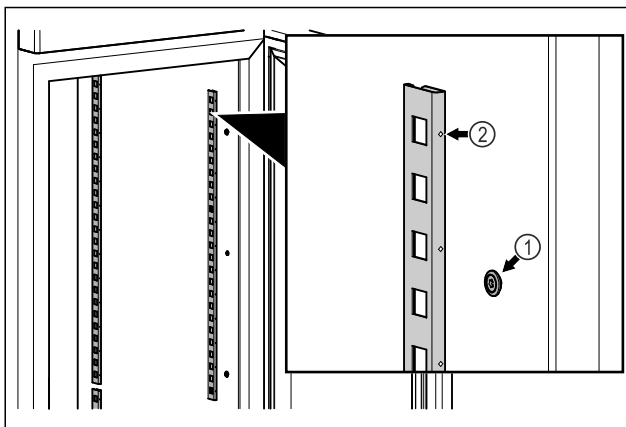

Fig. 79 Immagine a titolo di esempio
- ▶ Agganciare le barre di arresto in sospensione Fig. 79 (1). Il contrassegno Fig. 79 (2) deve essere rivolto in avanti.